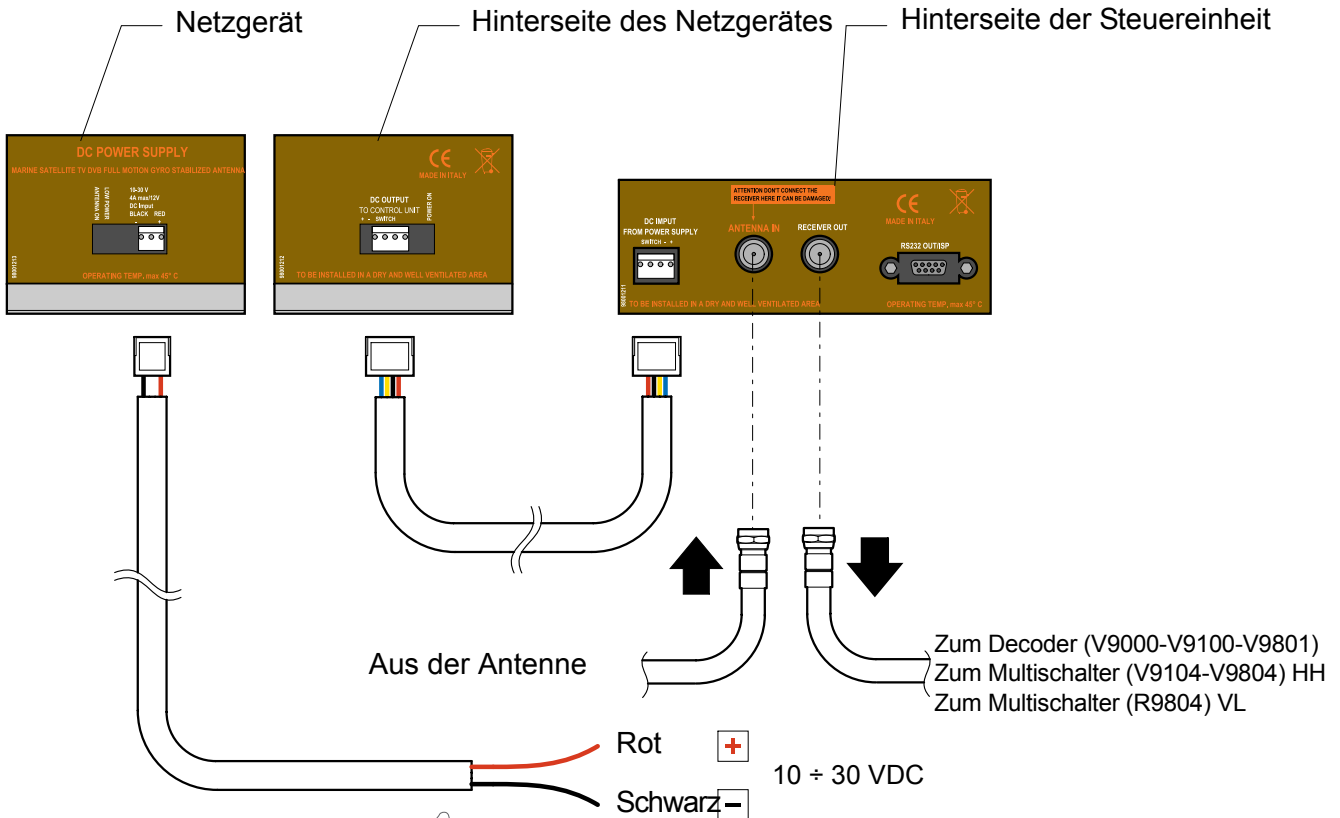

Abb. 16
8. Verbinden Sie die Kabel mit dem Linienverstärker (wenn vorhanden), mit dem Multischalter (wenn vorhanden), mit dem/den Empfänger(n) (nicht mitgeliefert), wie in Abb. 1, Abb. 16, Abb. 19 gezeigt.